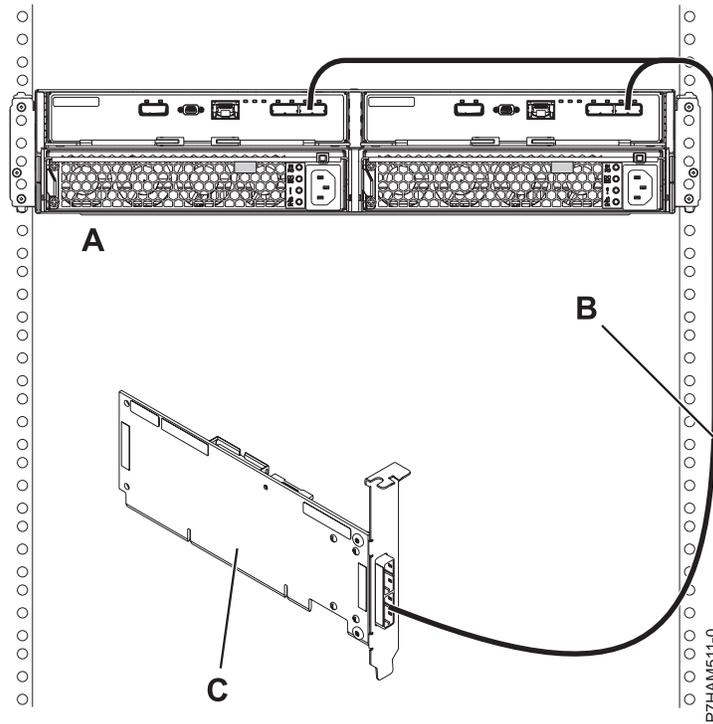

Abbildung 35. Anschließen eines Plattenlaufwerkgehäuses 5887 nach Modus 1 mit einem YO-Kabel an einen einzelnen SAS-Adapter
- Schließen Sie das Plattenlaufwerkgehäuse 5887 (A) nach Modus 1 mit einem YO-Kabel (B) an einen einzelnen SAS-Adapter (C) an (siehe Abb. 35).